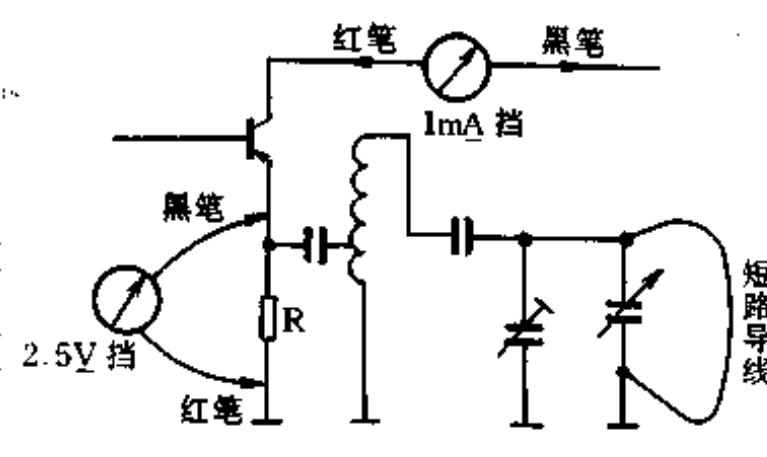

图 232
①如喇叭中有“喀喀”声，则该测试点以后的电路正常或大体正常，应移向更前一级继续检查。例如，碰触音量电位器中心头时，扬声器中有“喀喀”声，则故障在该点之前，应移向检波级检查。
②如无“喀喀”声，则故障在该测试点之后，应移向更后一级（例如图232中的一低放级）检查。直至判断出故障的大致部位。所使用 ∇ 挡的具体挡次，取决于被测点的电位高低。对电位低的点（如三极管b极），用5V或1V挡；对电位高的点（如三极管C极，可用10V或5V挡）。所用挡次越低，表的内阻越小，对收音机电路影响越大，干扰脉冲信号越强。
（1）测电压法。将万用表2.5V挡如图232接在本振管发射极电阻两端，如有一定示值，说明本振管导通，这时用导线将双连可变电容器的本振连两端短路，若看到万用表示值跌落了0.1~0.3V（具体值视机型和起振强弱而异），则起振，不跌落为不起振，跌落极小为起振极微弱。